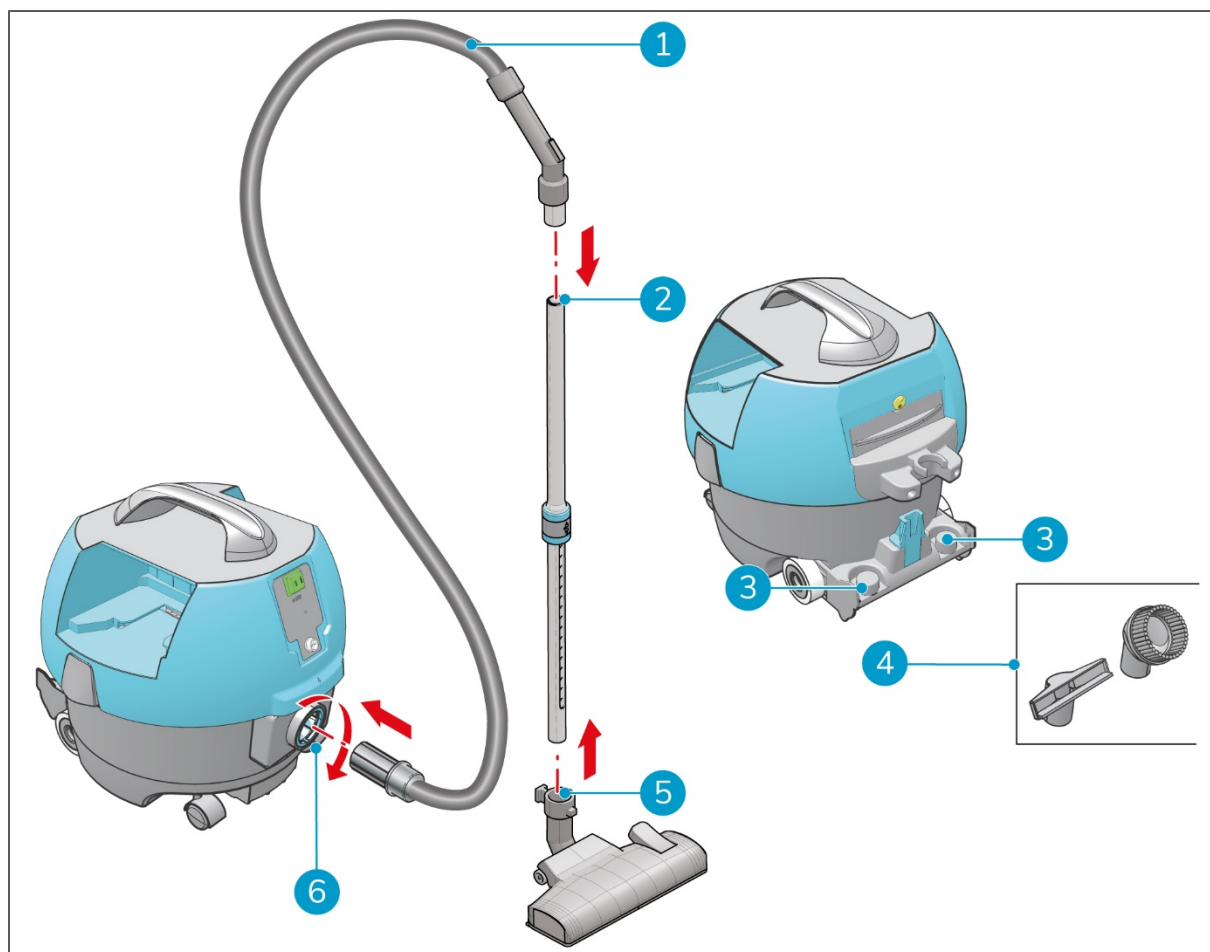

Figure 8
1. Insérez le tuyau (Figure 8, pos 1) dans le raccord de tuyau (Figure 8, pos 6).
3. Insérez le tuyau dans le manche (Figure 8, pos 2).
4. Fixez la brosse pour sol standard (Figure 8, pos. 5) sur la grande extrémité du manche.
5. Placez la brosse d'ameublement et la brosse ronde (Figure 8, pos. 4) sur les supports (Figure 8, pos. 3).